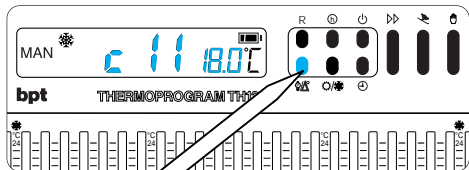

Fig. 36
**11.1** - Premere il pulsante **h/Δ** (fig. 36).